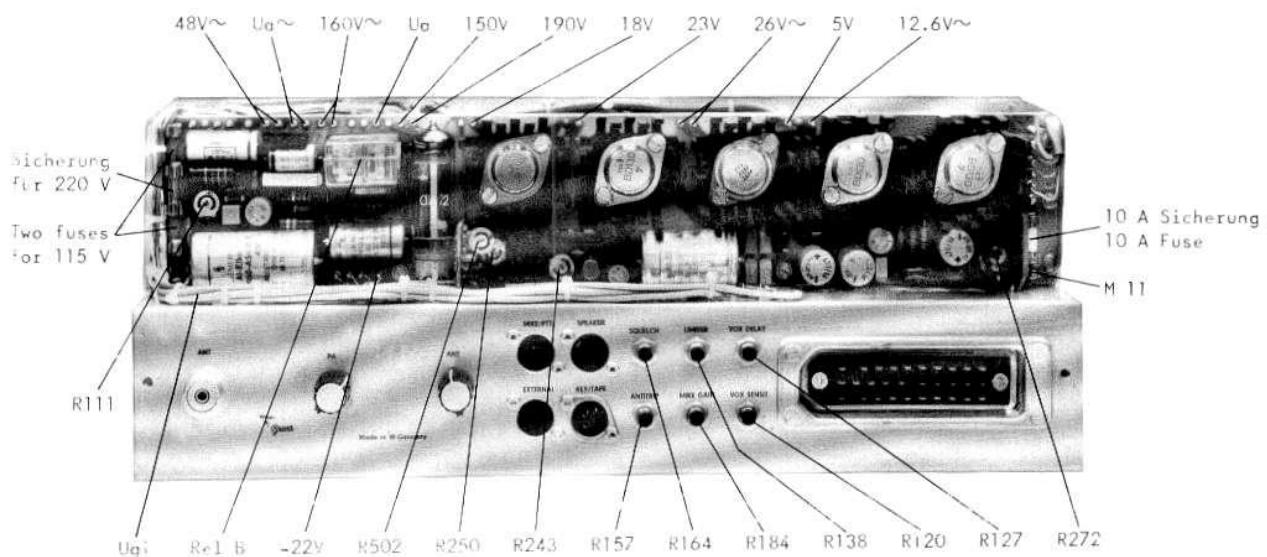

Bild 6 / Figure 6
1. 23 V am Emitter von T 53 (Lötstift 23 V, Bild 6) einstellbar mit R 243 (Bild 6). Versorgt: Empfänger-NF-Verstärker, AM-Modulator, 18 V-Stabilisator, Relais.
2. 18 V am Ausgang von IC 30 (Lötstift 18 V, Bild 6) einstellbar mit R 250 (Bild 6). Versorgt: Empfänger, Frequenz-Vervierfacher, Steuersender, Seitenband-Oscillatoren, Exciter, 12 V-Stabilisator, 8,5 V-Stabilisator, Sender-NF-Verstärker, Vox, Squelch.
5. PA gemessen an den Durchführungskondensatoren und Lötstiften (Bild 6).
6. 5 V am Ausgang von IC 28 (Lötstift 5 V, Bild 6). Versorgt Zähler.
1. Voltmeter mit - an Durchführungskondensator "Ug1" (Bild 6), mit + an Masse. Meßbereich 60 V.
1. 23 V at emitter of T 53 (pin "23 V", Fig. 6) adjusted with R 243 (Fig. 6). Supplies: Receiver audio amp, AM modulator, 18 volt regulated supply, and relays.
2. 18 V at output of IC 30 (pin "18 V", Fig. 6) adjusted with R 250 (Fig. 6). Supplies: Receiver, frequency quadrupler, driver, sideband oscillators, exciter, 12 volt and 8,5 volt regulated supplies, transmitter audio amp, VOX and squelch.
5. PA measured at the feed-through condensers and connection pins (Fig. 6).
6. 5 V at output of IC 28 (pin "5 V", Fig. 6). Supplies counter.
1. Connect voltmeter with minus to feed-through condenser "Ug1" (Fig. 6), and plus to ground, 60 volt range.